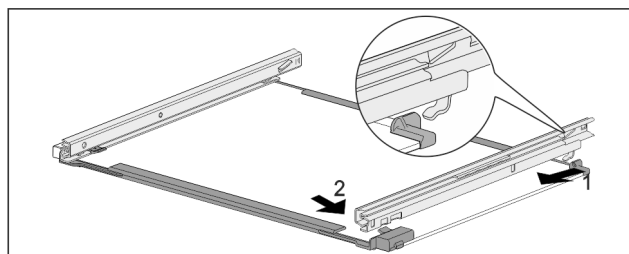

Fig. 234 Skleněná deska s kolejničkami
- ▶ Zahákněte kolejničku vzadu. Fig. 234 (1)
- ▶ Zaklapněte kolejničku vpředu. Fig. 234 (2)